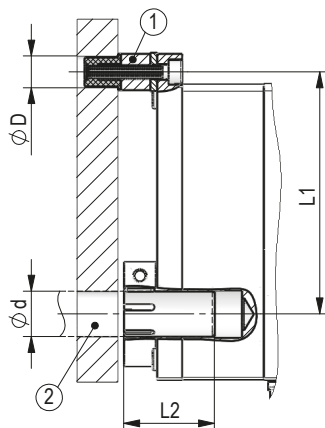

Abb. 1: Einbaumaße
- ▶ Sorgen Sie für einen geringen Wellen- und Winkelversatz zwischen Welle und Aufnahmebohrung durch geeignete Fertigungsmaßnahmen (siehe **Abb. 1 + Tab. 1**).
**Vorbereitung Montage (Abb. 1, Abb. 2, Abb. 3, Abb. 4):**
1. Bohrung ( $\varnothing D$ ) auf Abstand ( $L_1$ ) zur Antriebswelle ② fertigen.
2. Länge ( $L_2, L_3$ ) und Durchmesser ( $\varnothing d$ ) der Kundenwelle ② beachten.
3. M6 Schraube in der Drehmomentstütze ① und M6 Schraube im Klemmring ③ lockern.
**Montage (Abb. 1, Abb. 2, Abb. 3, Abb. 4):**
1. Stellantrieb auf Kundenwelle ② schieben bis Drehmomentstütze ① auf Anschlag ist. Drehmomentstütze lässt sich über ein Langloch den Einbauverhältnissen geringfügig anpassen.
2. Klemmringschraube ③ mit 8 Nm anziehen.
3. Schraube für Drehmomentstütze ① mit  $\leq 2$  Nm anziehen.